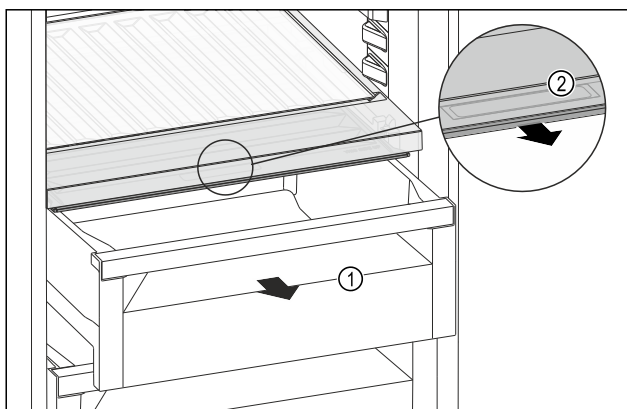

Fig. 172
- Витягніть висувний ящик Fig. 172 (1).
- Візьміться за потайну ручку Fig. 172 (2) на кришці відділення й одночасно потягніть кришку відділення вперед.